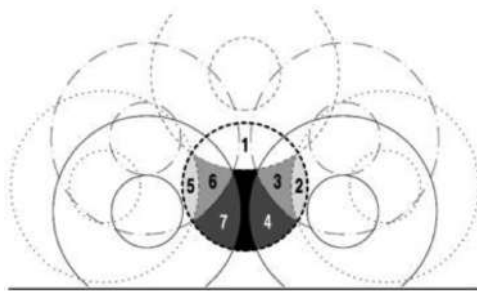

Рис. 31
13. Массивные круглые заготовки лучше всего разрезать ступенчато (рис. 31).